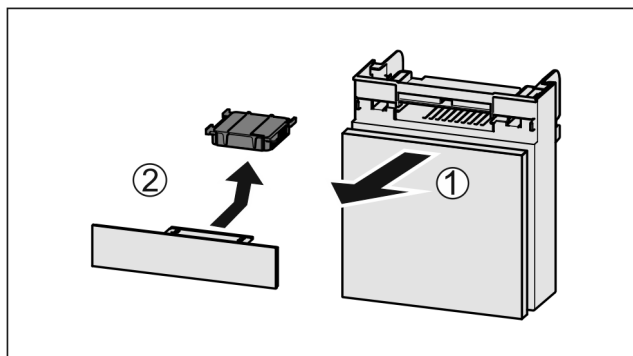

Fig. 97
- ▶ Pretinac izvucite Fig. 97 (1) prema naprijed.
- ▶ Izvadite filter s aktivnim ugljenom Fig. 97 (2).